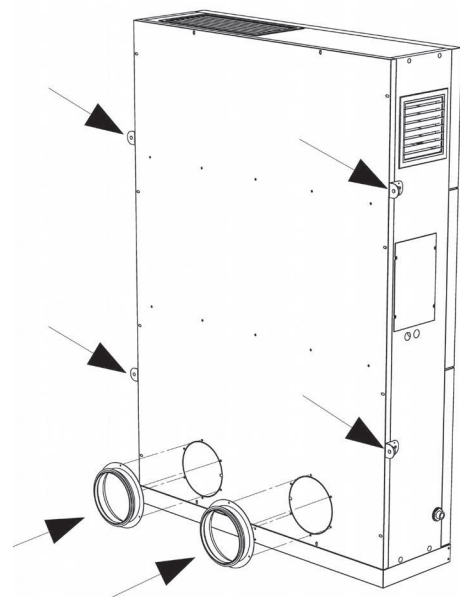

Fig.30
- Applicare i 2 boccagli anulari con guarnizioni in dotazione, fissandoli con le viti a corredo sul pannello schienale della macchina (Fig.30).
- Spingere per innestare le bocche circolari nei fori praticati sulla parete e bloccare l'unità serrando i bulloni delle staffe di ancoraggio (Fig.30).
- Fix the two annular nozzles with the provided gaskets, by the supplied screws on the back panel of the machine (Fig.30).
- Push to fit the circular mouths into the holes drilled in the wall and lock the unit by tightening the bolts of the anchoring brackets (Fig.30).